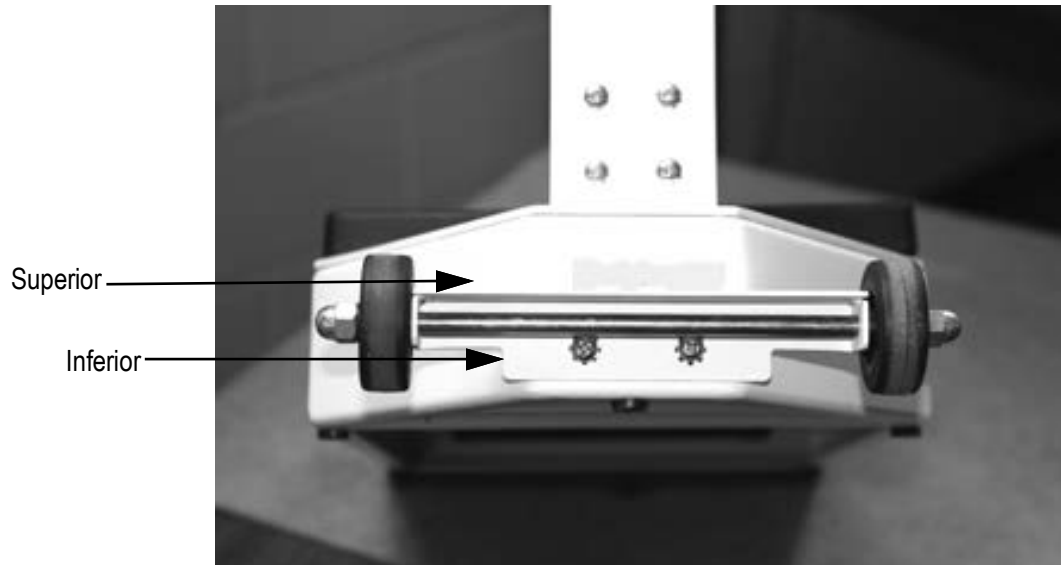

Figura 2-9. Fije las ruedas a la base de la báscula
1. Alinee el ángulo de hierro de la base de ruedas con la plataforma de la báscula, como se muestra en la Figura 2-9.